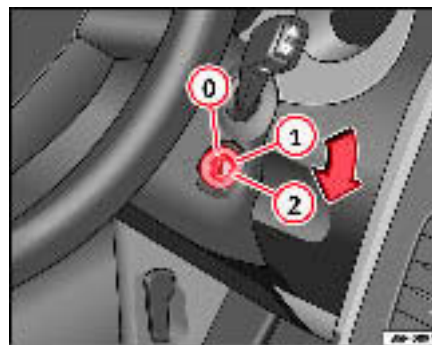

Fig. 135 Positions de la clé de contact
Dans cette position ⇒ fig. 135 l'allumage et le moteur sont déconnectés, ce qui peut bloquer la direction.
- Amenez la clé de contact en position ⇒ page 171, fig. 135 ①. Le témoin  s'allumera en cas de préchauffage du moteur.
- Lorsque le témoin s'éteint, tournez la clé en position ② pour lancer le moteur sans appuyer sur l'accélérateur. ▶
- Amenez la clé de contact en position ⇒ page 171, fig. 135  ▶